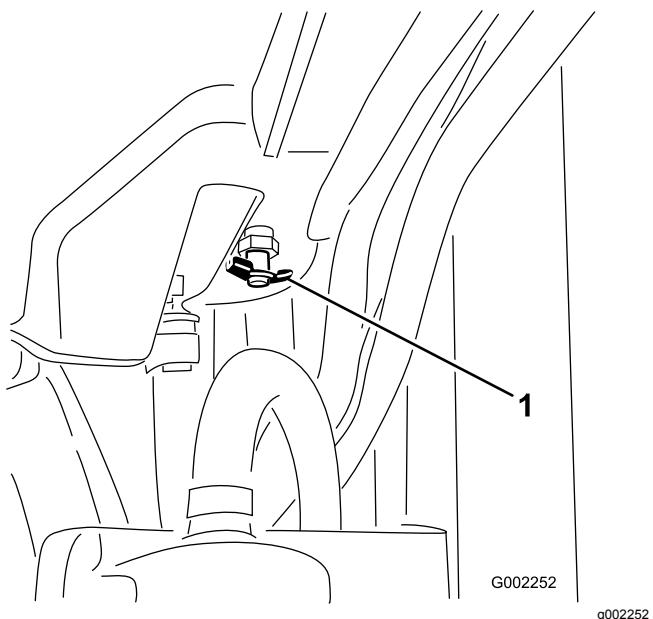

Figura 91
- Aprite la valvola di spurgo e spurgate il refrigerante nella bacinella (Figura 91).
- Chiudete la valvola di spurgo (Figura 91).